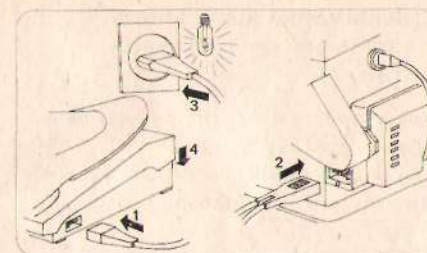

рис. 4
4. Подключение машины к электрической сети (рис. 4)